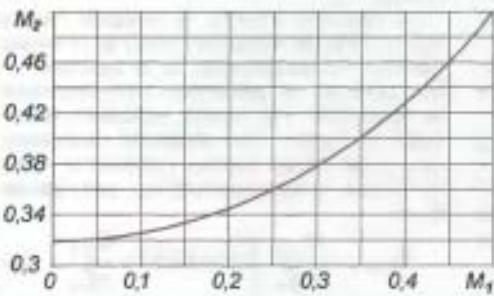

Рис. 10
График зависимости (11) для интервала  $0 < M_1 < 0,5$  (режим класса АВ) показан на рис. 10. Из этого рисунка видно, что при увеличении тока покоя, соответствующем изменению  $M_1$  от 0 до